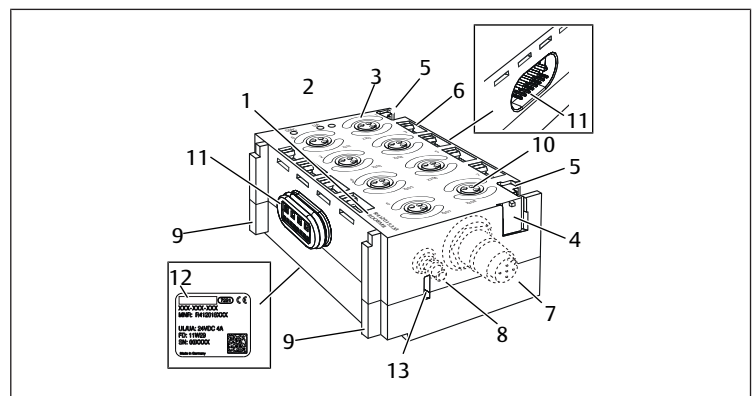

Fig. 4: Módulo de entrada/salida
2. Coloque en el módulo E/S nuevo los rótulos de denominación del módulo desmontado o bien rotule el módulo E/S nuevo (véase Fig. 4: Módulo de entrada/salida (4)).